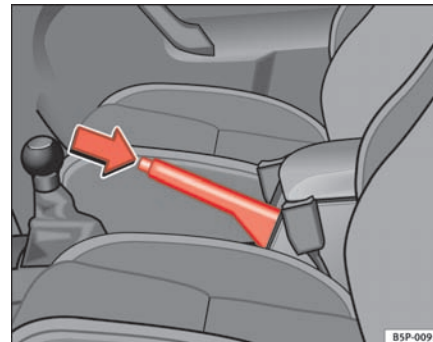

Fig. 138 Håndbremse mellem forsæderne
- Træk hårdt i håndbremsen ⇒ fig. 138. ▶
⇒ side 165, fig. 138, og sænk håndbremsen helt. ⇒ .